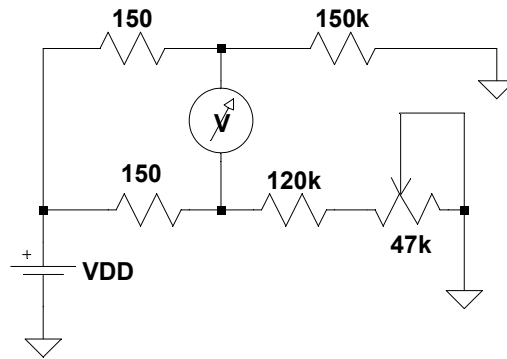

Figura 4
El circuito de la Figura 4 muestra las resistencias $R1$, $R2$, $R3$ y $R4$, siendo $R1=R2=150\Omega$, $R3=150\text{ k}\Omega$ y $R4$ la resistencia variable formada por $120\text{ k}\Omega$ en serie con la resistencia variable (“preset”) de $47\text{ k}\Omega$. Las mismas están conectadas en la configuración conocida como puente de Wheatstone. Demostrar que cuando el puente está “equilibrado”, es decir que el voltímetro indicado como V en la Figura 4 mide $0V$, las resistencias cumplen la condición antes hallada.
¿Para qué rango de frecuencia es válido asumir que la ganancia diferencial del circuito es $R3/R1$, si $R3$ y $R1$ valen respectivamente $150\text{ k}\Omega$ y 150Ω como se indica en la Figura 4?
- Se equilibrará el puente de la Figura 4. Para ello utilizar un multímetro digital (con el menor fondo de escala disponible) y no la función multímetro del Analog Discovery 2, ya que la precisión de éste ($\pm 5\text{ mV}$) no es suficiente para equilibrar el puente al nivel necesario para poder estimar correctamente el alto CMRR del operacional.